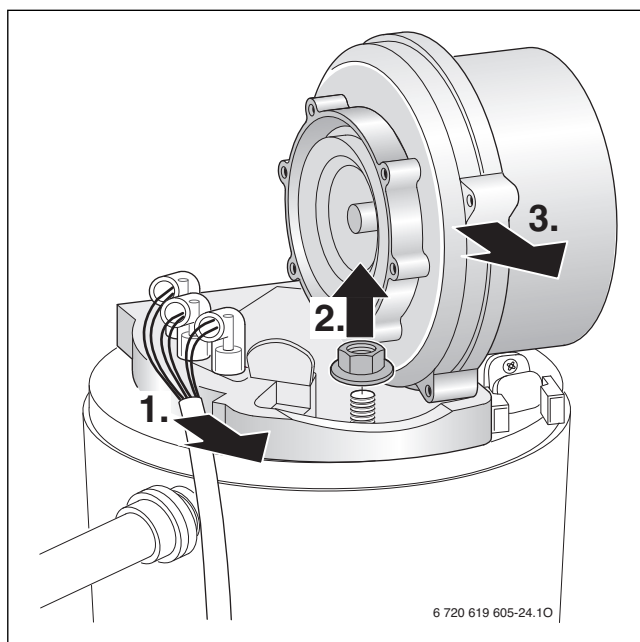

Рис. 45
1. Отсоедините провода запального и контрольного электродов (рис. 45, 1).
2. Отверните гайку крепления опоры вентилятора (рис. 45, 2).
3. Снимите вентилятор (рис. 45, 3).